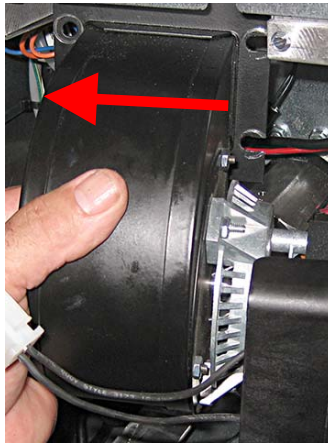

図 6
6. 左側にスライドさせて、送風機を右側のナットから外します (図 6 参照)。